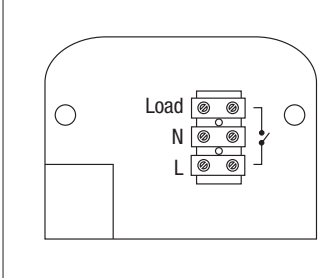

Fig. 2
- With this knob Fig. 2 (A) it is possible to set the light's illumination time after the last registering of movement. The time can be set from 10 seconds to 10 minutes. Turn the knob anticlockwise to increase the time, and clockwise to reduce the time.
- Knob in Fig. 2 (B) let you set the outer luminosity level to have the detector working. Minimum level is 30 Lux. Turn the knob clockwise to get the sensor work during daytime, turn anticlockwise to get the sensor, work only at night.
Temps d'extinction: 10" ÷ 7" (Fig. 2 - trimmer A)
Sensibilité en lux: <10 Lux÷2000 Lux (Fig. 2 - trimmer B)
Temp d'arrêt: 10" ÷ 7" (Fig. 2 - trimmer A)
Sensibilité lumineuse: <10 Lux÷2000 Lux (Fig. 2 - trimmer B)
- Les boutons de Fig. 2 (A) permet le réglage du temps d'allumage de la lumière après le dernier enregistrement de mouvement. Il est possible de régler le temps de 10 secondes à 10 minutes. Tourner le bouton en sens inverse aux aiguilles d'une montre pour augmenter le temps et en sens horaire pour le réduire.
- Le bouton de Fig. 2 (B) permet de régler le niveau de luminosité extérieure pour obtenir l'activation du détecteur. La valeur minimale réglable est égale pour obtenir l'activation du détecteur. La valeur minimale réglable est égale à 30 Lux. Tourner le bouton en sens horaire pour obtenir le fonctionnement pendant le jour et en sens inverse aux aiguilles d'une montre pour obtenir le fonctionnement seulement dans la nuit.
Ausschaltzeit: 10" ÷ 7" (Abb. 2 - Trimmer A)
Lux - Empfindlichkeit: <10 Lux ÷ 2000 Lux (Abb. 2 - Trimmer B)
- Der Knopf in Abb. 2 (A) ermöglicht die Einstellung der Einschaltzeit des Lichts nach der letzten Bewegungsermittlung. Die Zeit kann von 10 Sekunden bis 10 Minuten eingestellt werden. Den Knopf nach links drehen, um die Zeit zu erhöhen und nach rechts, um sie zu verringern.
- Mit dem Knopf in Abb. 2 (B) kann die externe Helligkeitsstufe eingestellt werden, um den Melder zu aktivieren. Der minimal einstellbare Wert beträgt 30 Lux. Den Knopf im Uhrzeigersinn drehen, um den Betrieb während des Tages zu aktivieren und gegen den Uhrzeigersinn, damit er nur nachts funktioniert.